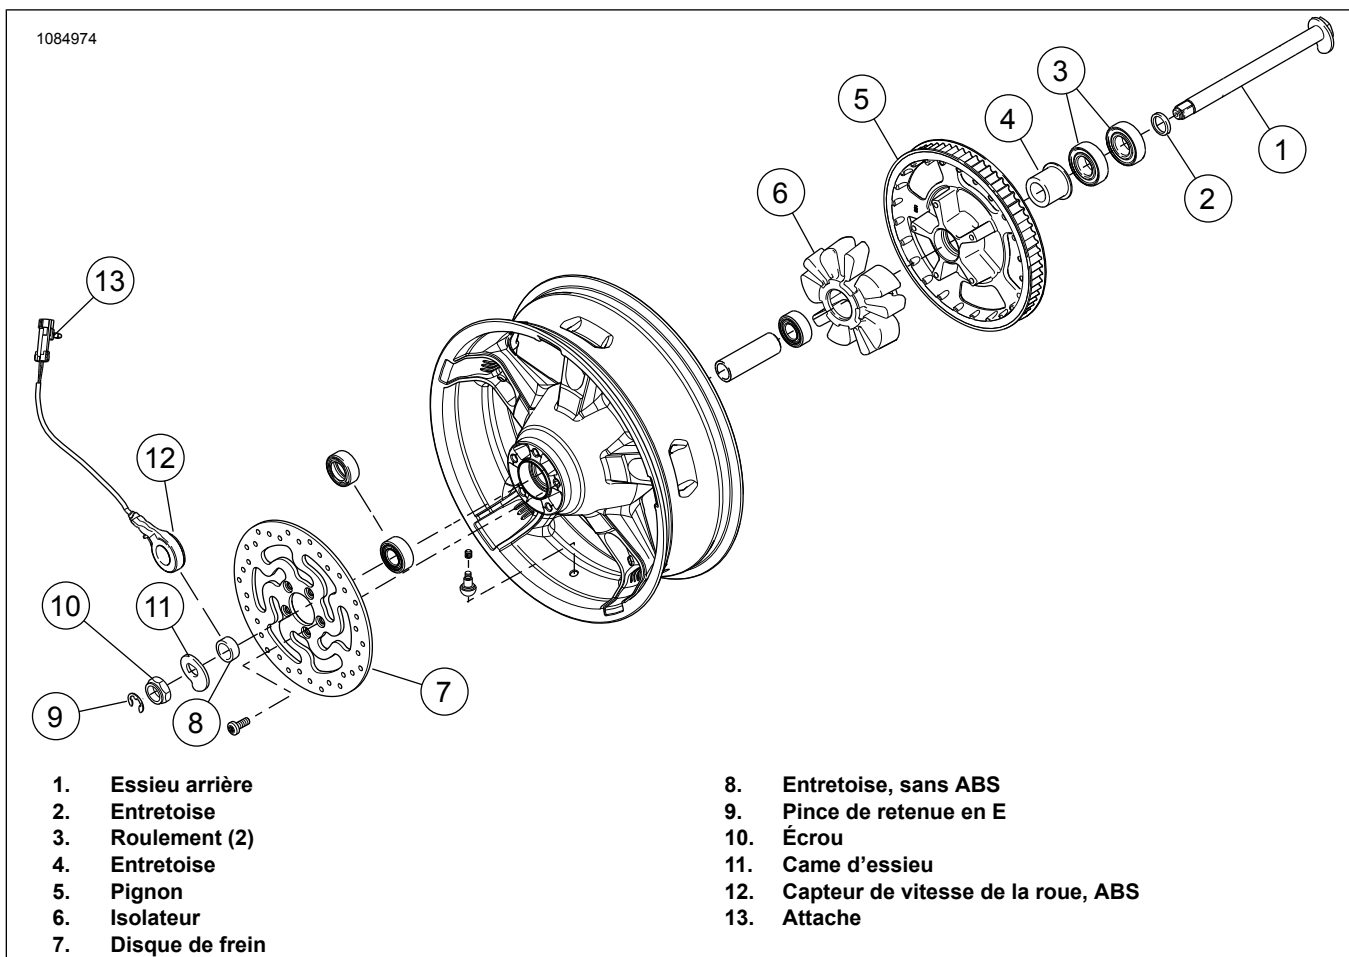

Figure 2. Pièces de roue arrière pour réutilisation
3. Voir la Figure 2. Retirez et démontez l'assemblage de la roue arrière en place. Les pièces répertoriées sont nécessaires pour le réassemblage. Consultez le manuel d'entretien.